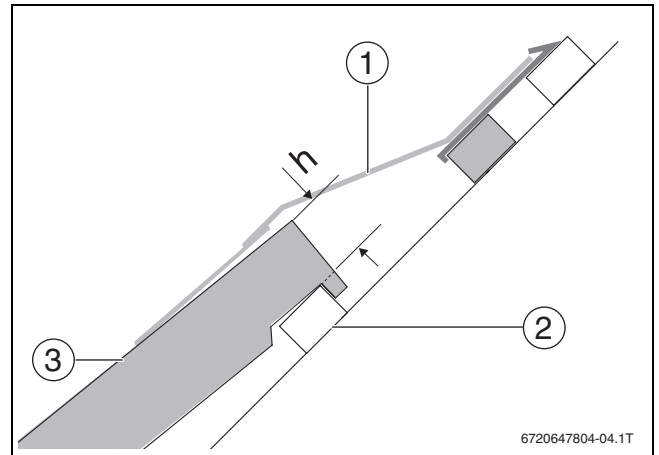

Bild 26 Maß h
- Sicherstellen, dass die Höhe der Eindeckung den maximal zulässigen Wert (→ Bild 26 und Tabelle 18, Maß h) nicht überschreitet.